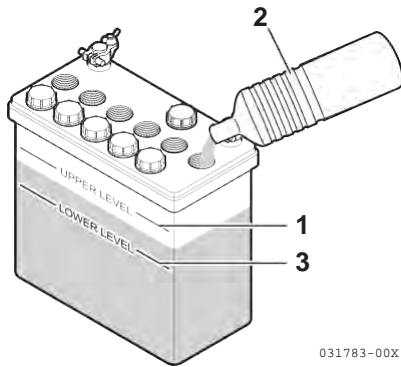

Figura 1
- Quando la quantità di fluido si avvicina al limite inferiore (**Figura 1, (3)**), riempire con acqua distillata (**Figura 1, (2)**) in modo che sia al limite superiore (**Figura 1, (1)**). Se il funzionamento continua con una quantità insufficiente di liquido nella batteria, la vita della batteria si abbrevia e la batteria stessa può surriscaldarsi ed esplodere. Durante l'estate, controllare il livello del fluido più spesso del normale.